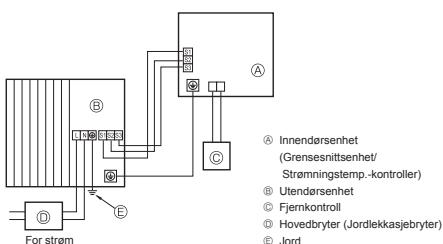
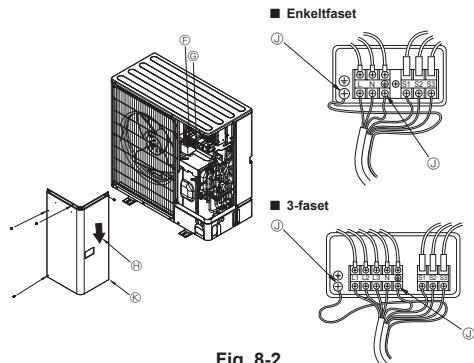

Fig. 8-1
Fig. 8-2
8.1. Utendørsenhet (fig. 8-1, fig. 8-2)
- ① Fjern servicepanelet.
- ② Legg kablene ved å se på fig. 8-1 og fig. 8-2.